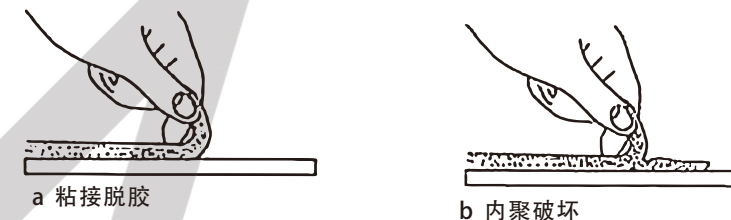
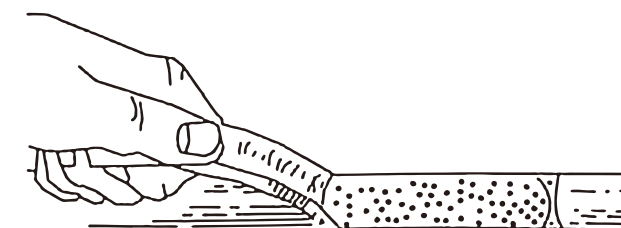

图1 随批剥离粘接性测定示意图
图2 单元件切胶剥离粘接性测定示意图
- (1)取和玻璃单元件同质量的玻璃和铝型材,随单元件同时分别按2~3施工程序清洗、涂施结构胶。
- (2)注施的结构胶在2a条件下放置,放置时间为七天。
- (3)按图1从胶条一端以垂直或大于90°方向用力剥离结构胶,检查结构胶发生粘接脱胶a或内聚破坏b现象,记录内聚破坏百分比。测定中,如果结构胶发生断裂,表明粘接良好(粘接强度大于内聚强度);如果在胶内气孔或缺陷处发生断裂,表明施工操作技术存在问题。
- (1)应从每100个单元件中随机抽取一件。抽取试验的单元件上结构胶应初步固化。单组份结构胶应固化14天。
- (2)切开装配框与玻璃之间的结构胶,使玻璃与铝框分开,然后用刀切断结构胶并沿基材水平方向切出长约50mm的胶条。
- (3)按图2所示,用手紧握结构胶胶条以大于90°方向剥离,检查结构胶发生内聚(图1. b)或脱胶(图1. a)现象,记录内聚破坏的百分比。